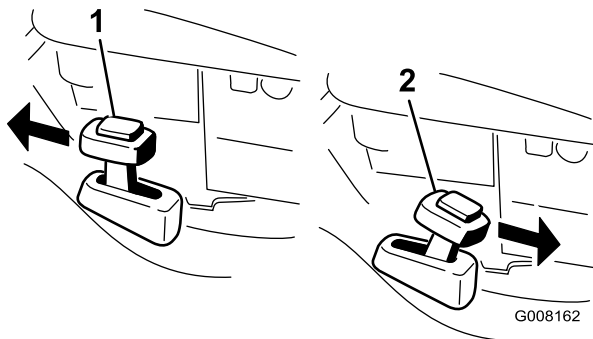

Figure 17
2. Appuyez sur le bouton en haut du levier de recyclage/ramassage et placez le levier à la position **mode recyclage** (Figure 17).
2. Pour ramasser l'herbe coupée, montez le bac à herbe (voir Montage du bac à herbe). Appuyez sur le bouton en haut du levier de recyclage/ramassage et placez le levier à la position **mode ramassage** (Figure 17).
Remarque: Le levier de recyclage/ramassage doit être à la position **mode ramassage** (Figure 17).